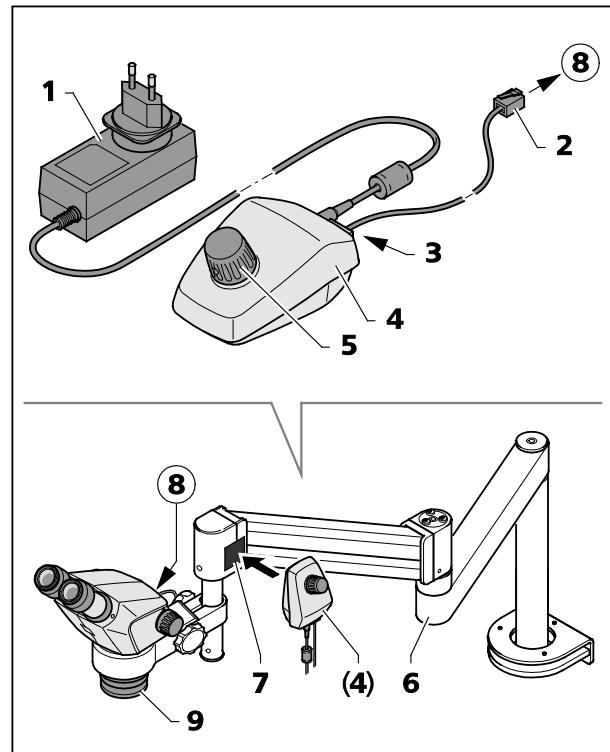

Bild 24 Controller K LED
Der Controller K (Bild 24/4) dient zur Ansteuerung der Vertikalbeleuchtung des Stemi 305 Körpers oder der Ringleuchte bei Anwendungen mit Auslegerstativen B oder U oder weiteren Stativen.
- Vorsatzsystem 0,5x/185 mm (Bild 24/9) an den Mikroskopkörper anschrauben.
- Bei Verwendung der Ringleuchte diese mittels mitgeliefertem Adapter (Durchmesser innen 58 mm, außen 66 mm) an das Vorsatzsystem (Bild 24/9) adaptieren.
- Die Magnetplatte (Bild 24/7) mit der klebenden Seite am Schwenkarmstativ befestigen.
- Das mitgelieferte Anschlusskabel (1 m Länge) (Bild 24/2) in die Buchse (Bild 24/8) am Mikroskopkörper bzw. Ringleuchte und in die Buchse (Bild 24/3) an der Rückseite des Controllers K (Bild 24/4) einstecken.
- Den Controller K (Bild 24/4) an die Magnetplatte (Bild 24/7) ansetzen.
- Den Controller K mittels Netzteil (Bild 24/1) an das Netz anschließen.
- Das Schwenkarmstativ (Bild 24/6) so ausrichten, dass eine ergonomische Arbeitsposition besteht.
- Durch Drücken des Drehknopfes (Bild 24/5) am Controller K die Vertikalbeleuchtung (oder die Ringleuchte) einschalten und durch Drehung des Knopfes die Beleuchtungsintensität regeln.